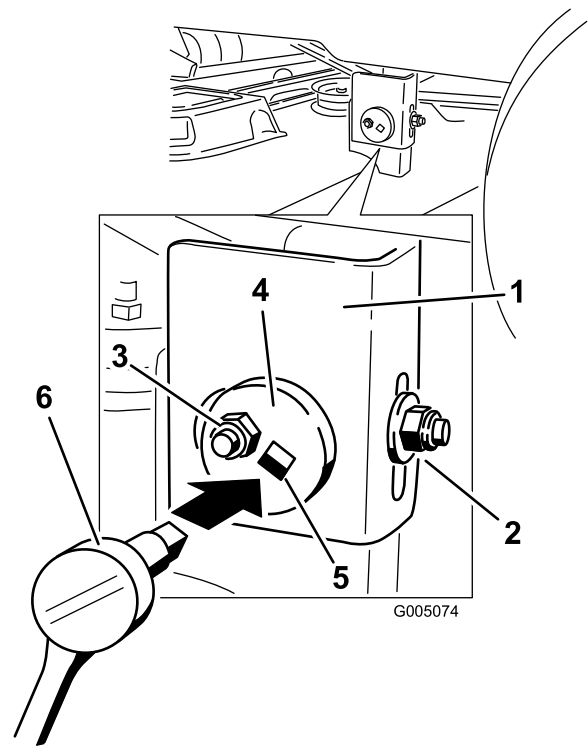

Figura 36
- Spostatemi sul lato sinistro della macchina. Allentate, ma non toglie il dado di bloccaggio posteriore sul supporto di sospensione (Figura 36).
- Allentate il dado di bloccaggio laterale sul supporto di sospensione appena a sufficienza per poter regolare la piastra eccentrica (Figura 36).
- Fermate il piatto di taglio nella posizione regolata e serrate il dado di bloccaggio laterale sul supporto di sospensione per fissare la nuova posizione (Figura 36).